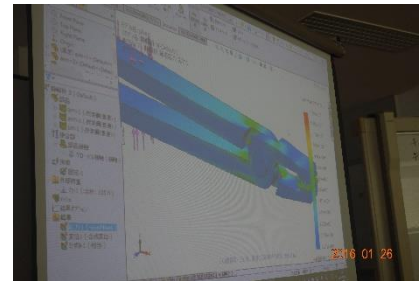

図 5. 構造解析
第 2 回(図 2) 1 月 26 日 (火) 9 時～16 時	④ 構造解析『Simulation』の基礎操作法の習得 (図 5) 1) 部品の静解析 2) 設計の最適化 3) アセンブリ概要 講師：伊藤裕子 (Win スクール：ピーシーアシスト株式会社) 開催場所：名古屋大学創造工学センター10階 オープンエリア東